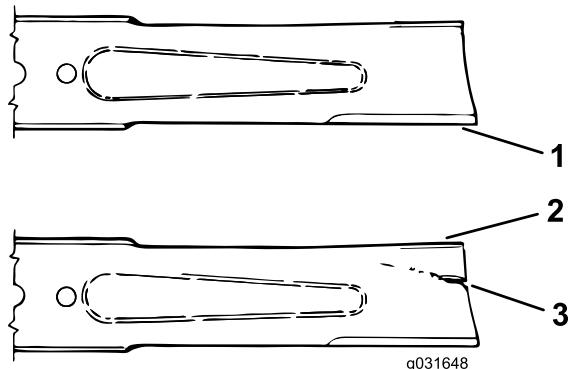

図 73
3. ブレードの切っ先を注意深く観察、特に、直線部と曲線部が交わる部分をよく観察する図 73。